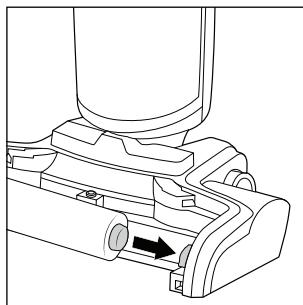

Fig. 39
- ◆ Vuelva a montar el rodillo de cepillos **6** y la protección antisalpicaduras **7** en el aparato; para ello, inserte primero el rodillo de cepillos **6** en el soporte del lado derecho del pie del aparato **3** (consulte la fig. 39).